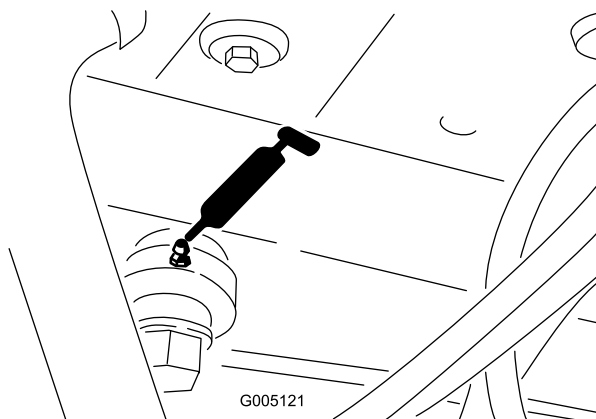

Figura 28
- Cilindro de la dirección asistida (Figura 28)